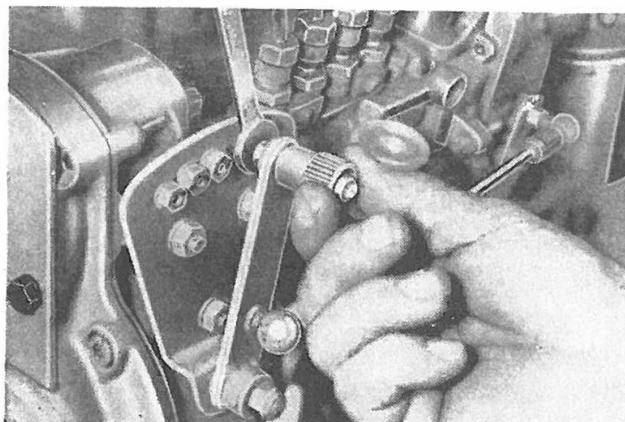

Fig. 109
- Stabilire le posizioni estreme e intermedie della leva comando acceleratore, agendo sui dadi e controdadi del settore (Fig. 109).
2. Set extreme and intermediate positions of throttle control lever by adjusting respective nuts and locknuts (Fig.109).